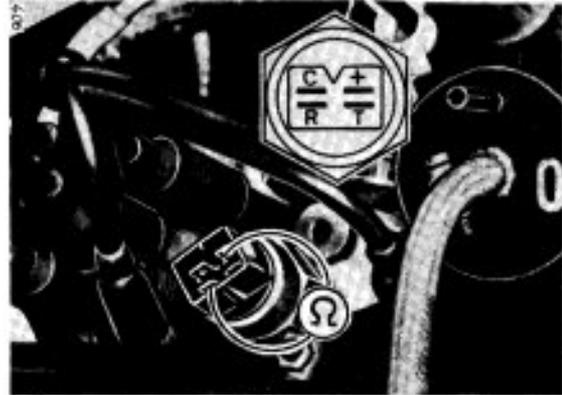

Bild 4
2.2 Thermoschalter für Ansaugrohrvorwärmer (Bild 4)
- Durchgang mit Ohmmeter an den Kontakten (+) und (R) prüfen.